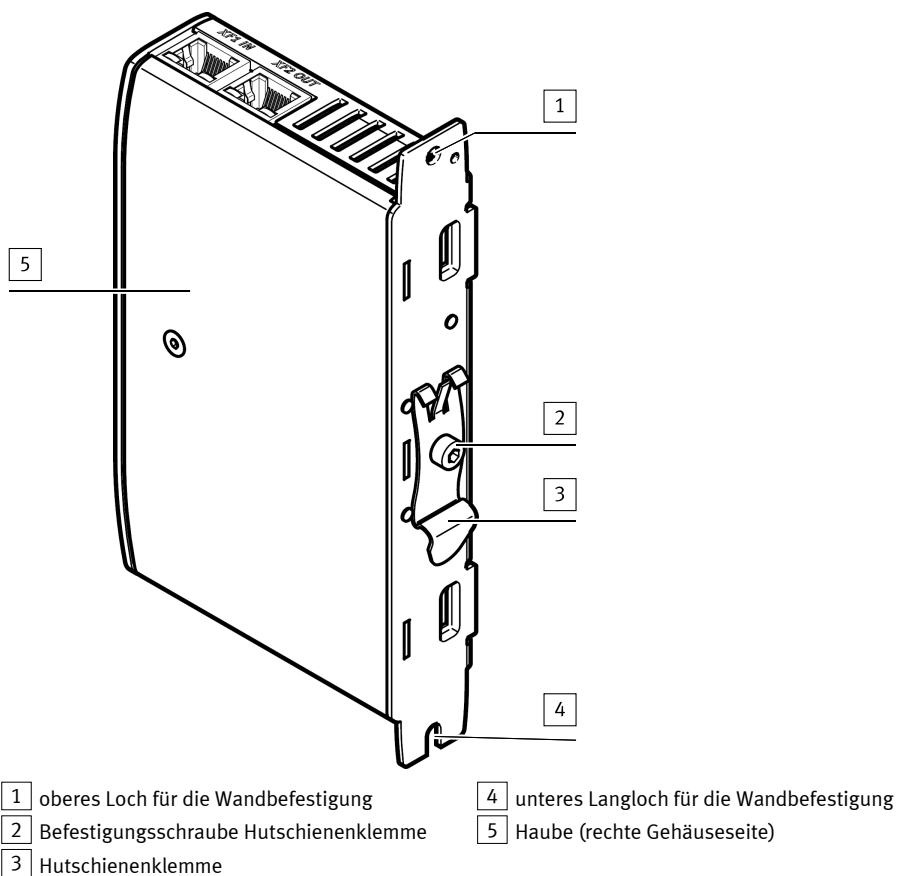

Fig. 4 Elemente auf der Rückseite
- Falls die Hutschiene nicht vormontiert ist, Hutschiene mit der Originalschraube rückseitig anschrauben → Fig.4.